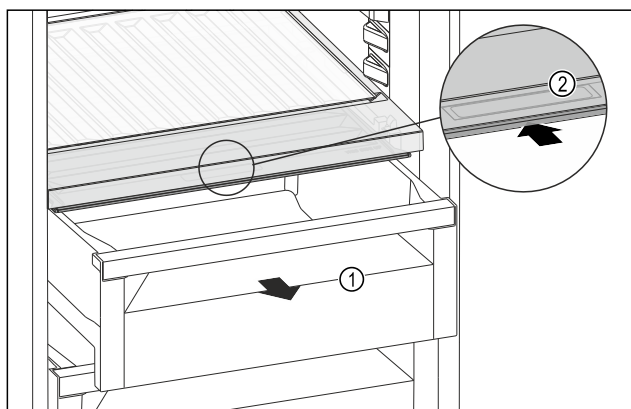

Fig. 173
- ▶ Zásuvku Fig. 173 (1) vytáhněte.
- ▶ Uchopte prohlubeň pro rukojeť Fig. 173 (2) na víku zásuvky a současně zasuňte víko zásuvky směrem dozadu.